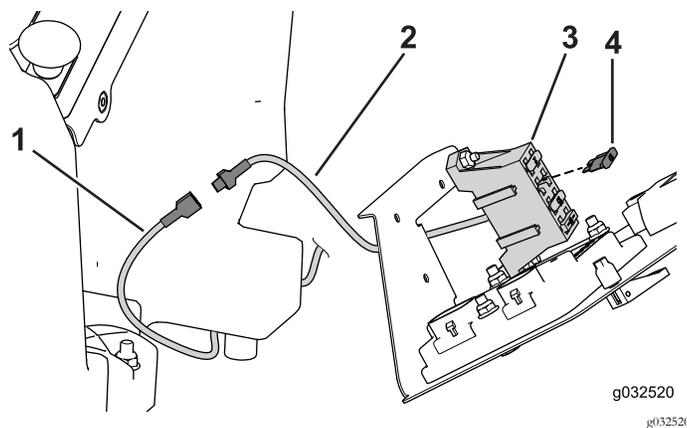

Рисунок 40
2. Проложите провод вспомогательного питания в отделение органов управления на пульте оператора (Рисунок 40).
3. Подсоедините провод вспомогательного питания к неиспользуемому проводу, идущему от блока предохранителей (Рисунок 40).
4. Установите предохранитель (10 А) в гнездо для предохранителя, подсоединенное к проводу вспомогательного питания (Рисунок 40).